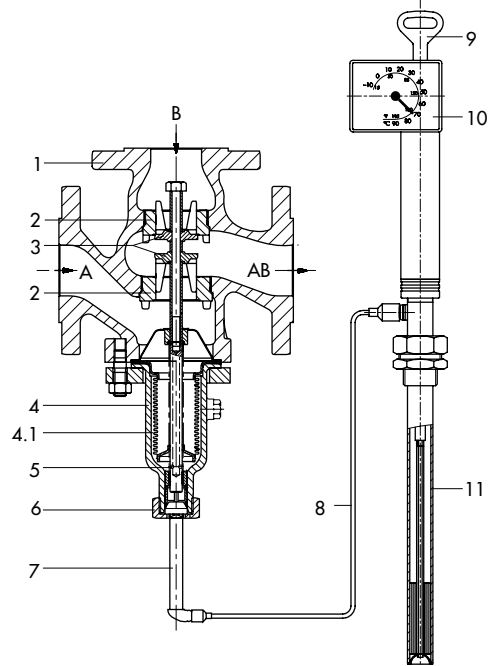

Bild 3 · Temperaturregler mit Dreibegeventil Typ 9 (DN 50) und Regelthermostat Typ 2231, Dreibegeventil mit Kegelanordnung I, Pfeilrichtungen für Mischbetrieb
Bei Mischventilen (nach Bild 3 mit Kegelanordnung I) werden die zu mischenden Medien bei A und B zugeführt. Der Gesamtstrom fließt bei AB ab. Der Durchfluss von A oder B nach AB ist von der freigegebenen Fläche zwischen den Sitzen (2) und den Kegeln (3) und damit von der Stellung der Kegelstange (5) abhängig. Bei steigender Temperatur wird Anschluss A geöffnet und Anschluss B geschlossen.